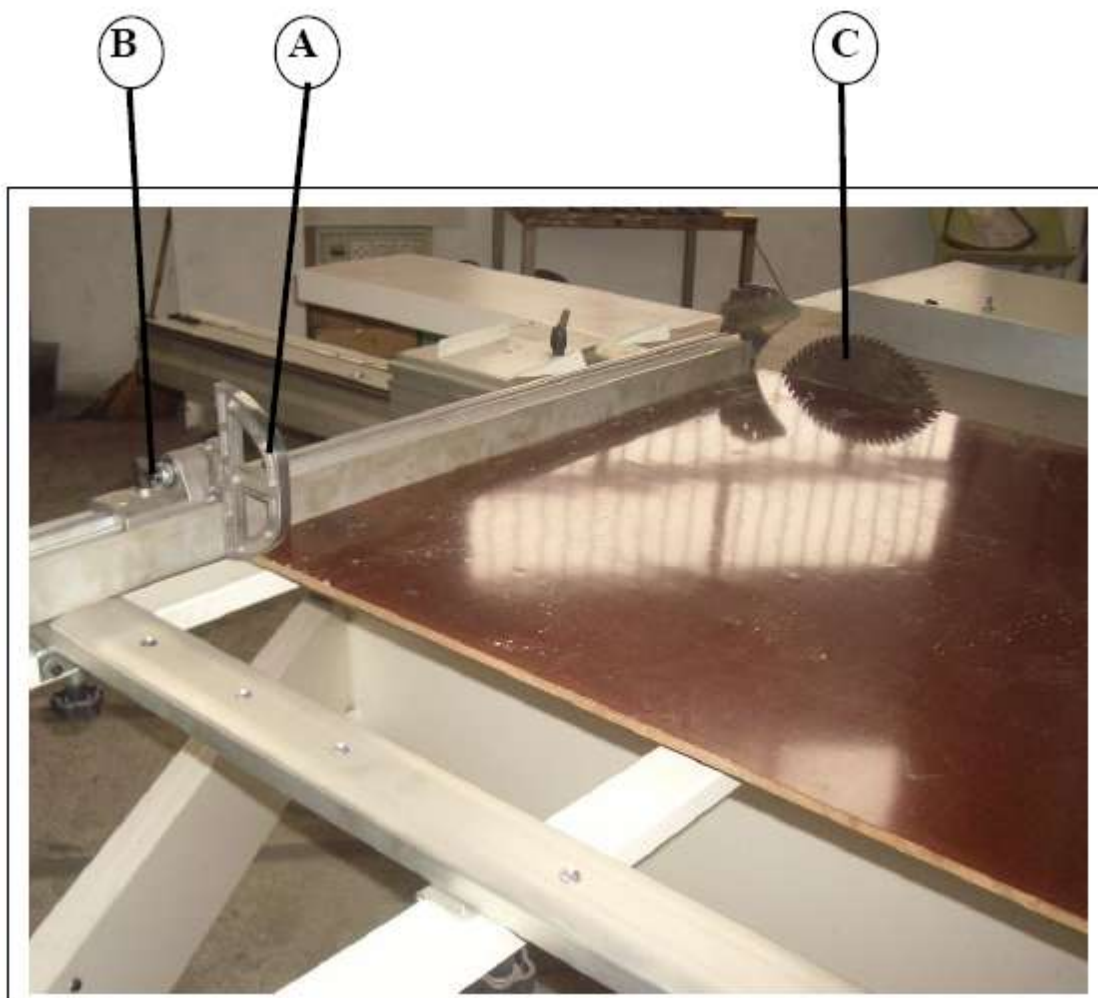

Рис. 2.4
- 2) Зафиксируйте в положении упора А (рис. 2.4) с помощью зажима В (рис. 2.4), чтобы считать показания (т.е. 50 мм).
- 3) Замерьте расстояние между пилами С (рис. 2.4) и упором А (рис. 2.4).